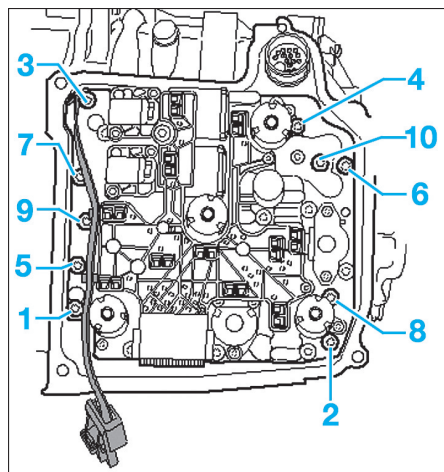

Fig. 18
• Desserrer les vis de fixation (1) à (10) dans l'ordre indiqué et les dévisser (Fig.18).
- Serrer les vis de fixation neuves du bloc hydraulique de (10) à (1) (Fig.18).